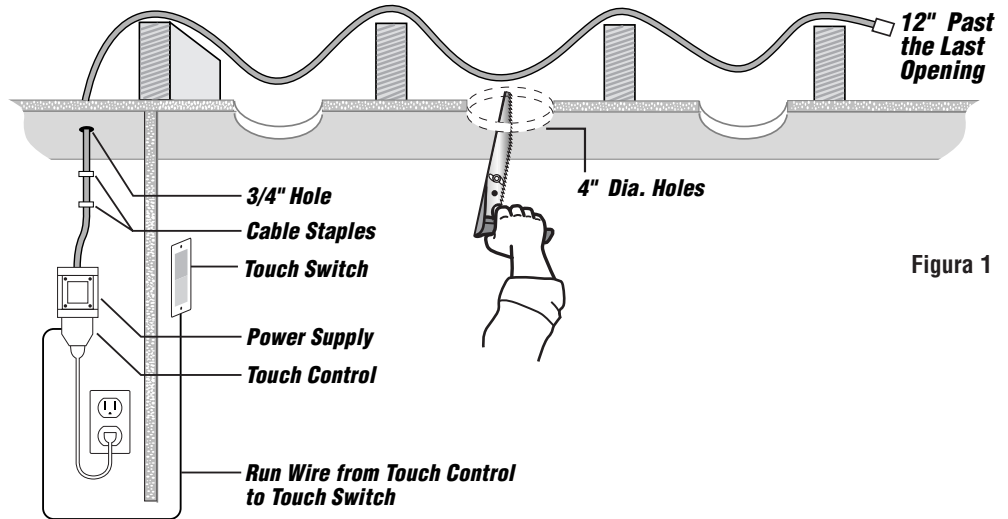

Figura 1
1. Corte un orificio de 4" en el lugar predeterminado para la ubicación de la guarnición (vea figura 1).
2. Taladre un orificio de 3/4" (vea figura 1).